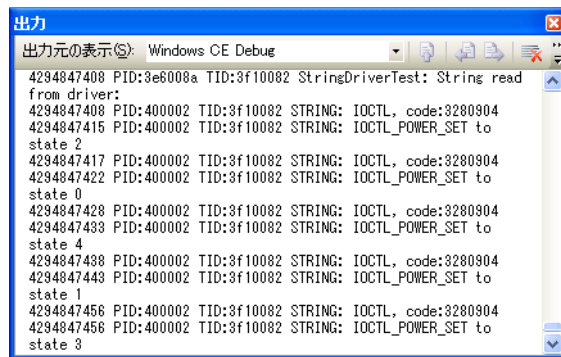

図 6-13 文字列ドライバからの電源管理関連のデバッグ メッセージ
6. アプリケーションを再度実行して、[電源管理] が文字列ドライバの電源状態を変更したときに、電源状態に関連したデバッグ メッセージを観察します (図 6-13 参照)。